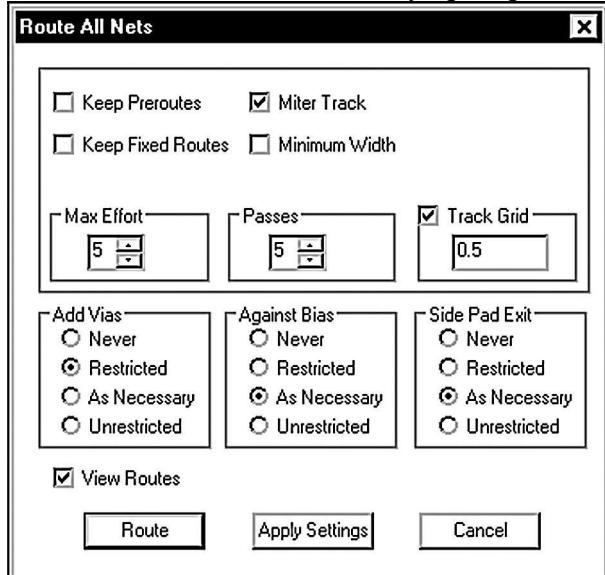

Рис. 4.1
В САПР PCB Artist трассировка осуществляется в редакторе PCB Design Editor. Параметры топологии печатной платы задаются в процессе перехода от электрической схемы к размещению элементов на плате (при работе соответствующего мастера). Далее следует открыть файл с размещением компонентов и выполнить команду *Tools/Auto Route Nets/All Nets*, если следует трассировать все цепи; */Browse Nets*, если нужно трассировать указанные цепи; */Browse Net Classes*, если нужно трассировать указанные классы цепей. В раскрывшемся окне (рис. 4.1) следует
3. Установить параметры трассировки в соответствии с рис. 4.1.